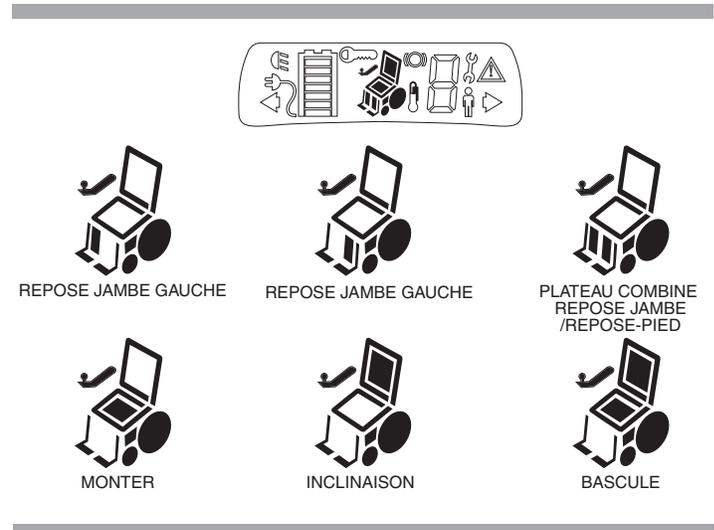

Figure 2. Sélection actionneurs
Le contrôleur NE+ peut commander jusqu'à deux actionneurs via les boutons d'actionneurs et la manette de commande ou via les boutons «profile decrease» «profile increase» et la manette de commande. L'actionneur sélectionné est identifié par un voyant lumineux. **Voir la figure 2.**
3. Poussez la manette vers la droite pour choisir un actionneur. Les voyants indiqueront quel actionneur est sélectionné. **Voir la figure 2.**